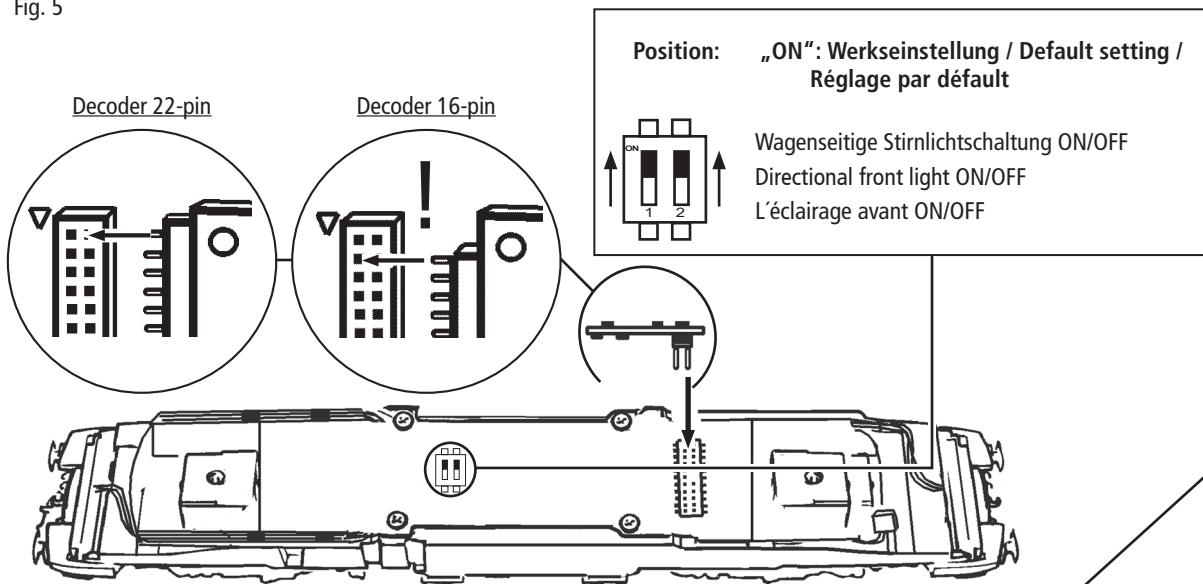

Fig. 7
**3. Haftreifenwechsel:** Zuerst den Getriebedeckel abnehmen (Fig. 4). Danach den **Radsatz** herausnehmen und die **Haftreifen** mit einer Nadel od. mit einem feinen Schraubendreher abziehen (Fig. 7). Beim Aufziehen der neuen Haftreifen darauf achten, dass diese sich nicht verdrehen.
**3. Change of traction tyre:** Remove the gear cover (fig. 4). Take out **wheel set** and remove **traction tyre** using a pin or a fine screwdriver (fig. 7). When pressing on the new traction tyre please **avoid twisting it**.
**3. Échange des bandages d'adhérence:** Démontez d'abord le **couvercle du carter des engrenages** des engrenages (fig. 4). Délogez ensuite les essieux bandagés et enlevez, à l'aide d'une aiguille ou d'un tournevis fin, les bandages d'adhérence (fig. 7). Lors du montage des nouveaux bandages veuillez veiller à ce que les bandages **ne soient pas tordu**.